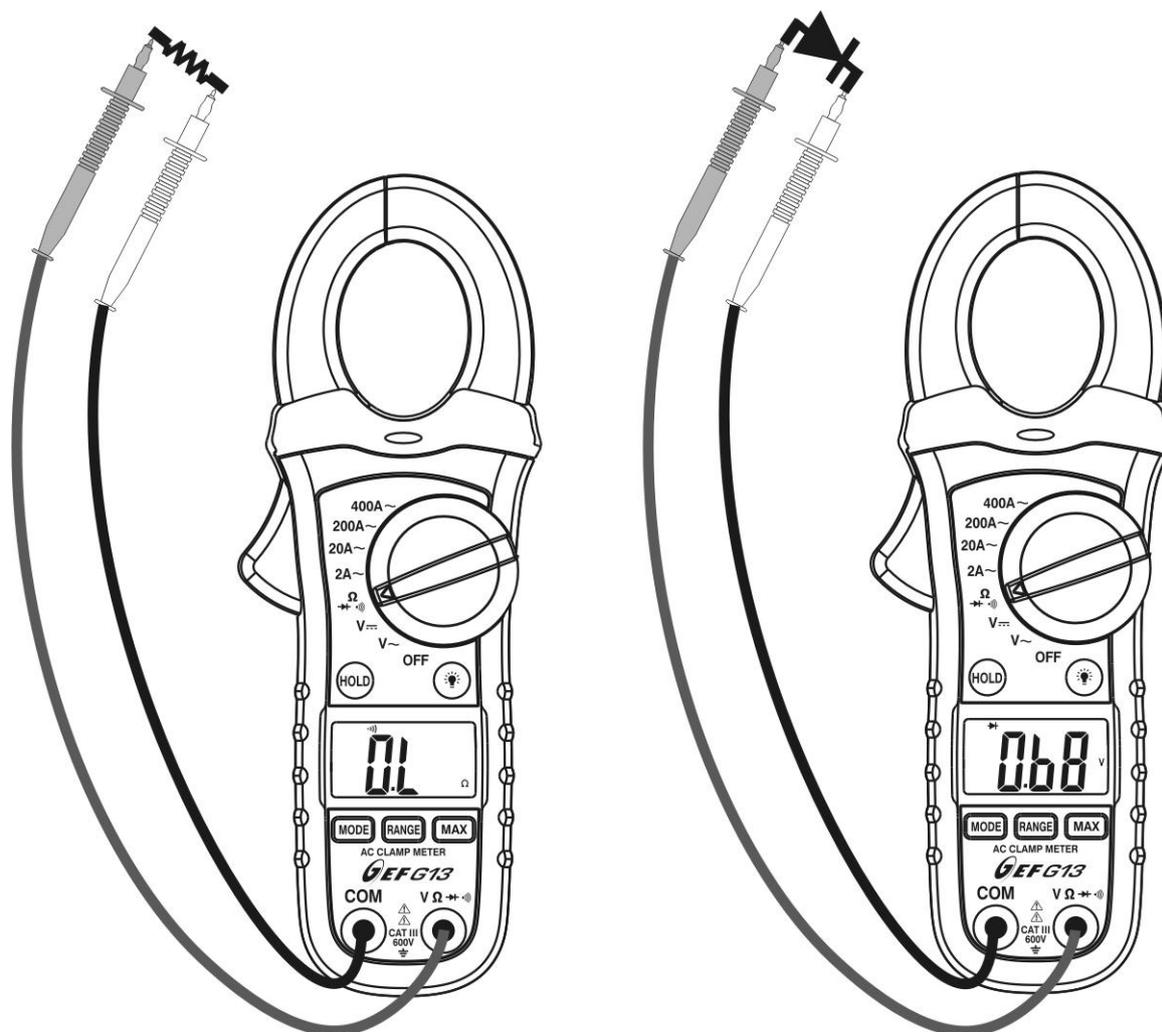

Fig. 6: Uso da pinça para efetuar Testes de Continuidade e de díodos
3. Inserir o cabo vermelho no terminal de entrada $V \square \rightarrow \text{diode symbol}$ e o cabo preto no terminal de entrada **COM** e efetuar o teste de continuidade sobre o objeto em exame (ver Fig. 6 – parte esquerda). O sinalizador sonoro emite um sinal acústico quando o valor da resistência medido é inferior a cerca de $150 \square$.
5. Ligar a ponteira vermelha ao ânodo do díodo e a ponteira preta ao cátodo, no caso de medição de polarização direta (ver Fig. 6 – parte direita). Inverter a posição das ponteiros no caso de medição de polarização inversa